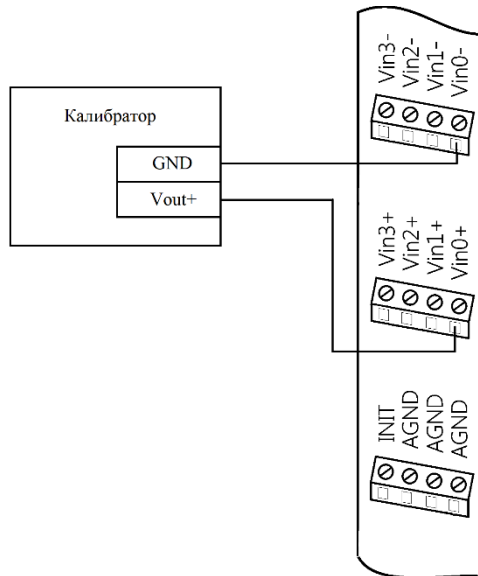

Рис. 4.6. Соединение приборов для юстировки термопар модуля NLS-8TI-Ethernet(-2P)
- подключить калибратор к нулевому каналу модуля проводом минимальной длины в соответствии с рис. 4.6;